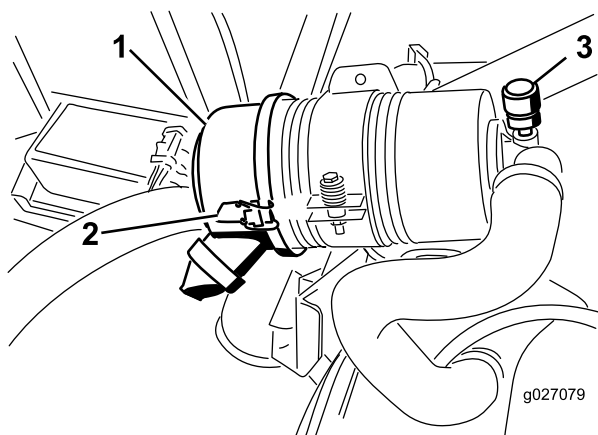

Figura 55
Effettuate la manutenzione del filtro dell'aria quando l'indicatore (Figura 55) lo richiede. Sostituendo il filtro dell'aria prima del necessario si aumenta il rischio che la morchia penetri nel motore quando si toglie il filtro.
1. Rilasciate i fermi che fissano il coperchio del filtro dell'aria al relativo corpo (Figura 55).